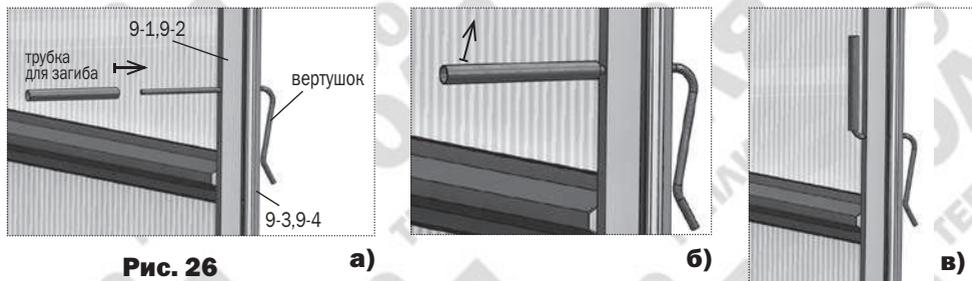

Рис. 26
**8.** Проволочный вертушок для запирания дверей и форточек вставляется в отверстия стоек дверного проема прямым концом с наружной стороны до упора. С помощью трубки выполняется загиб внутреннего прямолинейного конца рукой вверх (рис. 26). Такая конструкция вертушка позволяет упруго прижимать двери и форточки торцов в закрытом состоянии, находясь как снаружи так и внутри теплицы.